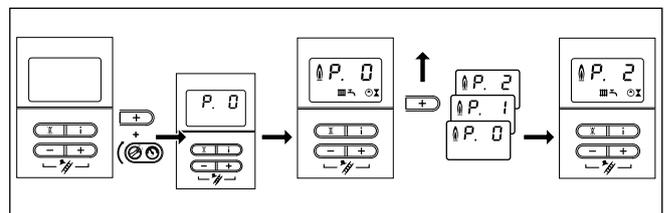

Fig. 6.8 Ajustar el valor mínimo de kW (P.2)
- Pulsar la tecla "i" para iniciar el programa de diagnóstico. El aparato comienza ahora el funcionamiento con cantidad mínima de gas. La indicación cambia entre "P.2" y la presión actual de llenado de la instalación (→ fig. 6.8 Ajustar valor mínimo de kW).